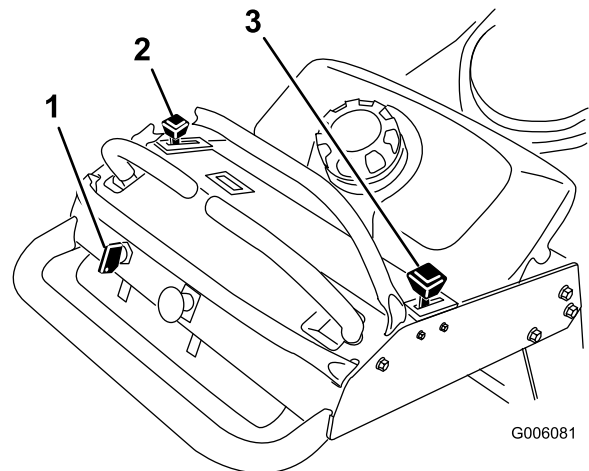

Figure 7
4. Placez la manette d'accélérateur en position haut régime et la manette de starter en position activée avant de démarrer le moteur s'il est froid (Figure 7).
2. Placez la manette d'accélérateur en position de bas régime (Figure 7).